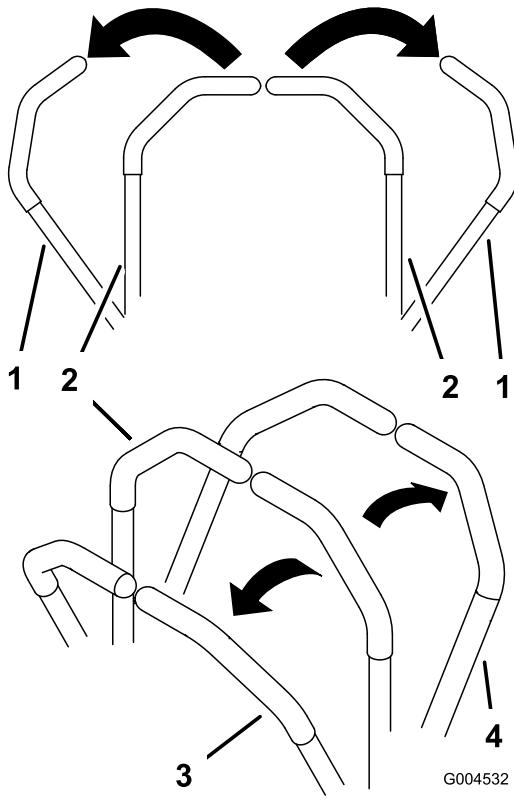

Figura 13
2. Para ir hacia adelante, empuje lentamente las palancas de control de movimiento hacia adelante (Figura 13).
Para ir recto, aplique la misma presión a ambas palancas de control de movimiento (Figura 13).
Para girar, deje de empujar la palanca de control de movimiento del lado al que desea girar (Figura 13).
- Para ir hacia atrás, tire lentamente de las palancas de control de movimiento hacia atrás (Figura 13).